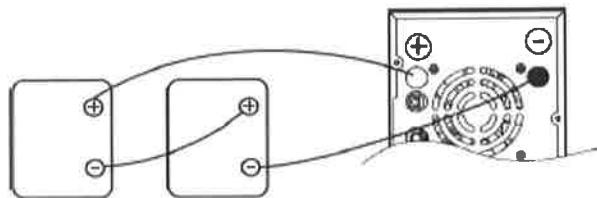

Рисунок 2
2) Последовательное присоединение нескольких аккумуляторных батарей (смотрите рисунок 2): Все аккумуляторные батареи должны быть одного номинального напряжения и одной ёмкости в ампер-часах. Сумма их электрических напряжений должна соответствовать номинальному напряжению постоянного тока изделия.